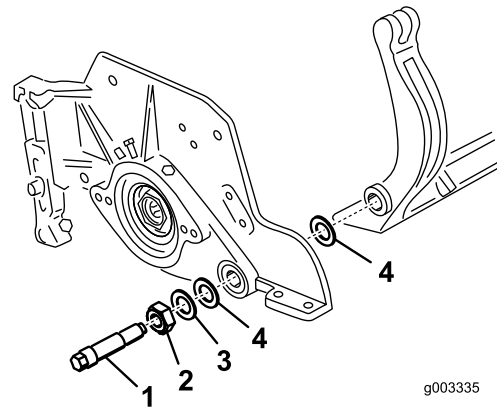

Figura 28
Considerate 2 rondelle in nylon e 1 rondella in acciaio su ciascun lato della barra di appoggio (Figura 28).
3. Collocate una rondella in nylon su ciascun lato della flangia di estremità della piastra laterale. Posizionate una rondella in acciaio all'esterno di ciascuna rondella in nylon (Figura 28).